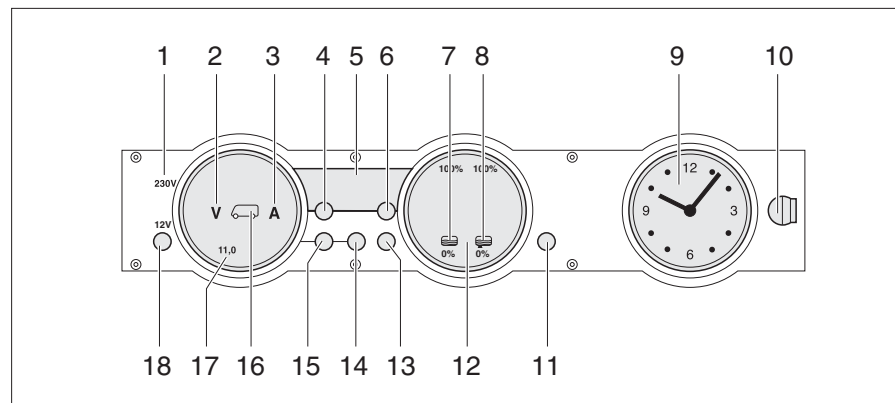

Fig. 225 Panneau de contrôle MP 20-T
Le voyant de contrôle 230 V (Fig. 225,1) s'allume si l'arrivée du bloc électrique est sous tension de réseau.
L'interrupteur principal 12 V (Fig. 225,18) établit ou coupe le panneau de contrôle et l'alimentation 12 V de la cellule.
- Appuyer brièvement sur la touche "12 V" (Fig. 225,18). L'alimentation 12 V de la cellule est assurée. L'indicateur de contrôle "12 V" s'allume.
- ▷ La tension de la batterie de cellule est trop faible quand les DEL "11,0" de l'affichage en Volt et le symbole Volt "V" (Fig. 225,2) clignotent dans l'indicateur des batteries (Fig. 225,17) après la mise sous tension. Charger la batterie.
- ▷ La coupure de batterie est active quand l'indicateur de contrôle "12 V", le symbole de la batterie de cellule (Fig. 225,16) et le symbole Volt "V" (Fig. 225,2) clignotent trois fois après la mise sous tension. Désactiver la coupure de batterie.
- Appuyer brièvement sur la touche "12 V" (Fig. 225,18). L'alimentation 12 V de la cellule est coupée. L'indicateur de contrôle "12 V" s'éteint.
- Appuyer sur la touche batterie de cellule (Fig. 225,14) et la maintenir enfoncée pendant 10 secondes environ. Les symboles Volt "V" (Fig. 225,2) et Ampères "A" (Fig. 225,3) clignotent trois fois. La batterie de cellule est coupée du réseau de bord de 12 V.
- Appuyer sur la touche "12 V" (Fig. 225,18) et la maintenir enfoncée pendant 5 secondes environ. Le symbole Volt "V" (Fig. 225,2) clignote trois fois. La batterie de cellule est branché au réseau de bord 12 V. L'indicateur de contrôle s'allume au bout d'env. 2 secondes.
- Appuyer sur la touche de la batterie de cellule  (Fig. 225,14). Le symbole Volt "V" (Fig. 225,2) s'allume. Le symbole Ampères "A" est, suivant son niveau de charge, blanc ou rouge. La tension de la batterie et le courant de la batterie de cellule sont affichés au moyens de DEL à l'intérieur de l'indicateur.
- Appuyer sur la touche de la batterie de démarrage  (Fig. 225,15). Le symbole Volt "V" (Fig. 225,2) s'allume. Des DEL à l'intérieur de l'indicateur indiquent la tension de la batterie de démarrage.
- Appuyer sur la touche réservoirs  (Fig. 225,13). Les symboles réservoir d'eau  (Fig. 225,7) et réservoir d'eaux usées  (Fig. 225,8) s'allument. Des DEL à l'intérieur de l'indicateur indiquent le niveau du réservoir d'eau (échelle de gauche) et celui du réservoir d'eaux usées (échelle de droite).
Le symboles Volt "V" (Fig. 225,2) et les DEL "11,0" clignotent dès que la tension de la batterie descend en dessous de 11 V (mesurée en marche) et qu'il y a risque de décharge profonde de la batterie.
Le symbole du réservoir d'eau  (Fig. 225,7) ou celui du réservoir d'eaux usées  (Fig. 225,8) clignote quand le réservoir d'eau est vide ou que le réservoir d'eaux usées est plein.